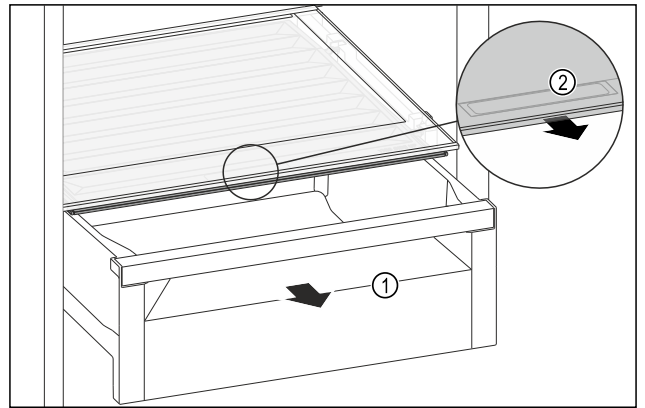

Fig. 121
- Schuifvak Fig. 121 (1) uittrekken.
- Greeplijst Fig. 121 (2) op het vakdeksel vastpakken en het vakdeksel gelijktijdig naar voren trekken.